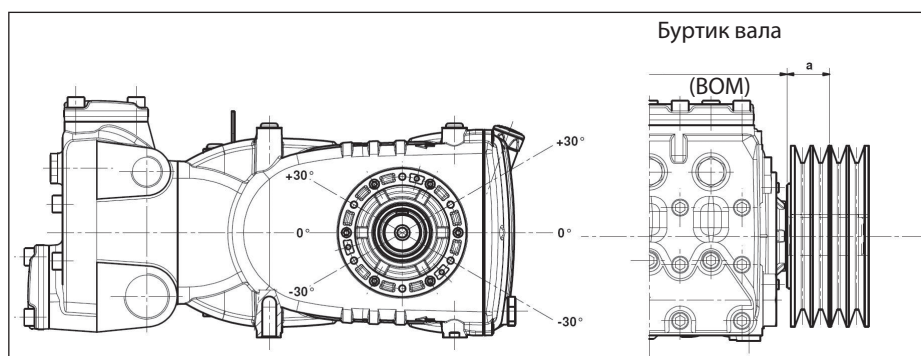

Рис. 10
Радиальная нагрузка на вал не должна превышать 7500 Н (значение, необходимое для определения плана компоновки). Передача считается соответствующей, если данная нагрузка прилагается на максимальном расстоянии $a = 40$ мм от буртика вала (ВОМ), как указано на Рис. 10.
- б) Пользуйтесь ремнями с высоким КПД, например, **XPB** вместо **SPB**, поскольку в этом случае потребуется меньшее количество ремней при одинаковой передаваемой мощности, что в свою очередь сократит расстояние между результирующей силой и буртиком вала (BOM) "а" на Рис. 10.